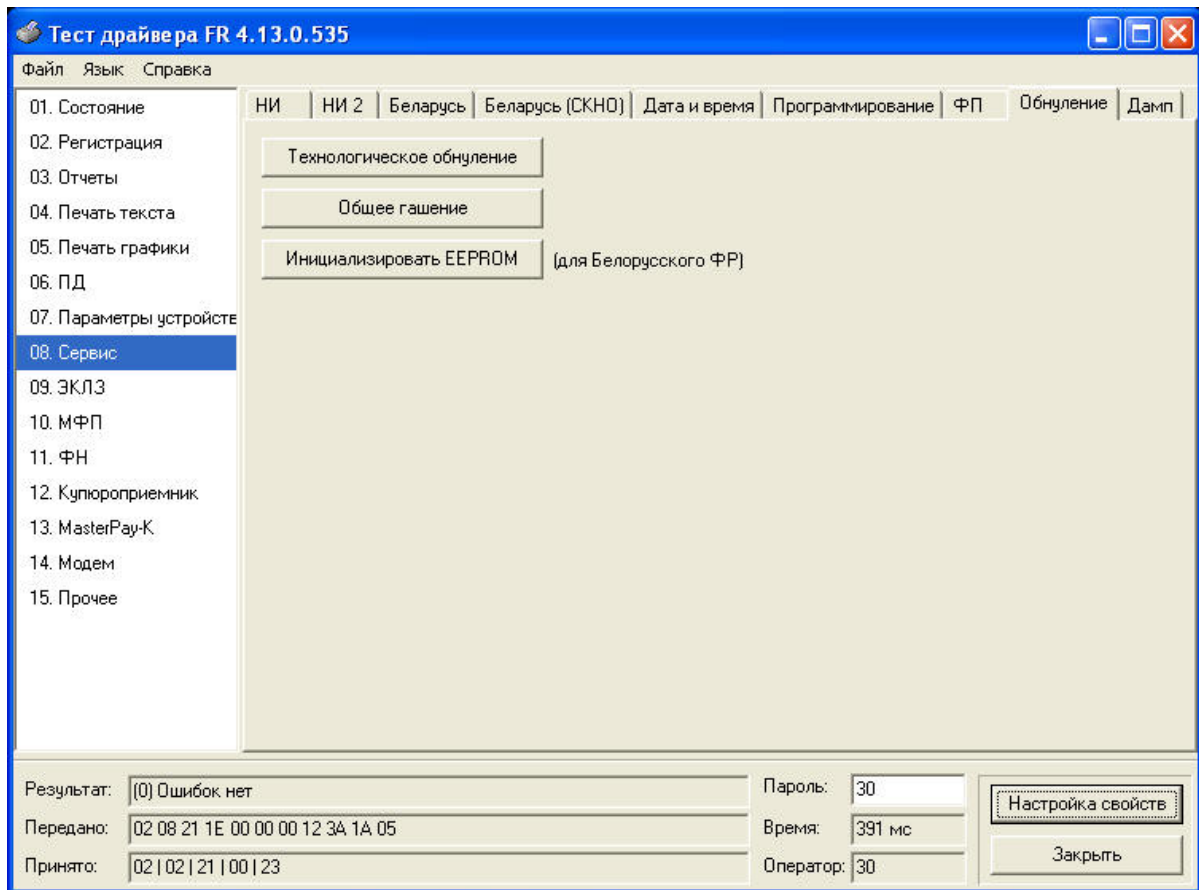

Рисунок 66: Технологическое обнуление
8. Перейди на закладку «06.Сервис» программу «Тест драйвера ФР». В меню «Обнуление» нажать кнопку «Технологическое обнуление». Убедитесь, что ответ «Ошибок нет». Процедура технологического обнуления запущена. Рисунок 66.